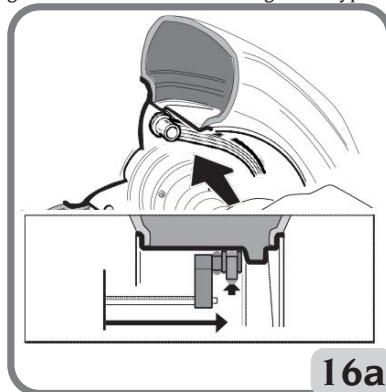

Abb.16a: Manuelle Erfassung des Abstands der externen Ebene in den Programmtypen ALU 2P e ALU 1P
- Analog zur vorherigen Beschreibung für die Innenseite, das Ende des automatischen Messarms auf die Ebene bringen, die zum Anbringen des äußeren Gewichts ausgewählt wurde (Abb. 16a).